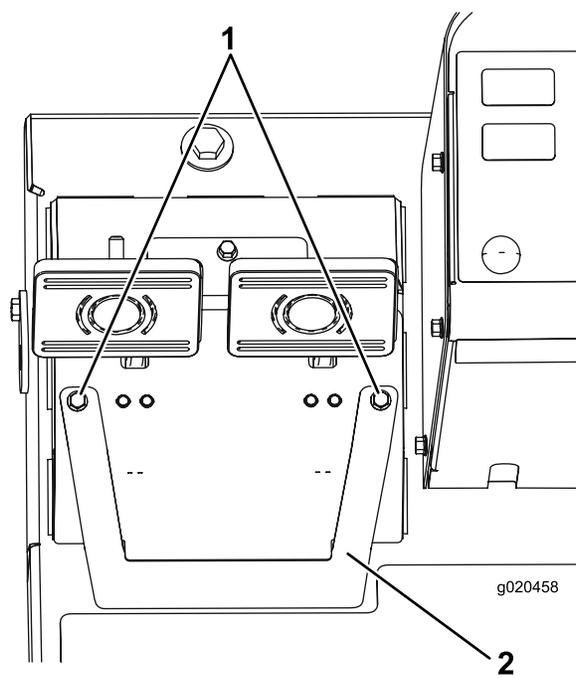

Bild 62
- Lösen Sie die zwei Befestigungsschrauben und nehmen die Bremseinstellabdeckung ab (Bild 62).